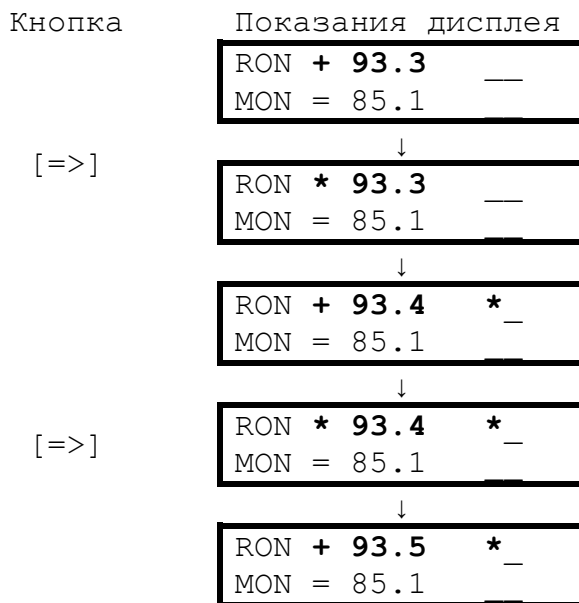

Рис. 6. Пример выполнения операции «+»
3.6.5. Довести значение корректируемого параметра до требуемой величины. Для этого необходимо производить нажатие кнопок [$\leq$] или [$\geq$]. При этом знак операции временно заменяется знаком «*» (прибор обрабатывает поступившую информацию), а затем значение параметра изменяется. На рис.6 и 7 представлены примеры выполнения операций «+» и «<». Каждое нажатие кнопок [$\leq$] или [$\geq$] при использовании операций «+» и «-» производит изменение параметра на 0.1 ед. октанового (цетанового) числа. При использовании операций «<» и «>» изменение на 0.1 ед. октанового (цетанового) числа происходит не всегда, поэтому следует произвести при необходимости несколько нажатий.